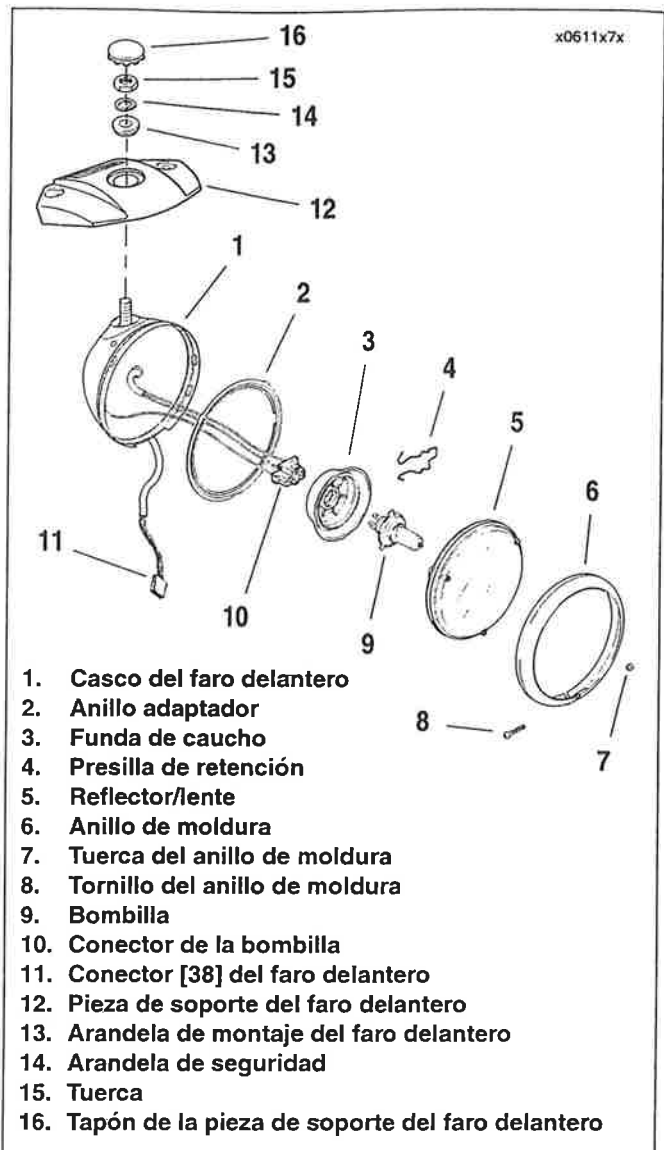

Figura 7-29. Componentes del faro delantero
2. Vea la Figura 7-29. Retire el tornillo (8) y el anillo de moldura exterior de cromo (6).
3. Sujete el reflector/lente del faro delantero (5) y comprima las lengüetas para liberar en los lados del conector (10) para tirar del conector separándolo de los terminales de paleta.
4. Tire de la funda de caucho (3) de la parte trasera del reflector.
5. Presione los extremos de la presilla de retención (4) para desengancharla de los pestillos de retención con muesca en la presilla hacia atrás.
6. Extraiga la bombilla (9).